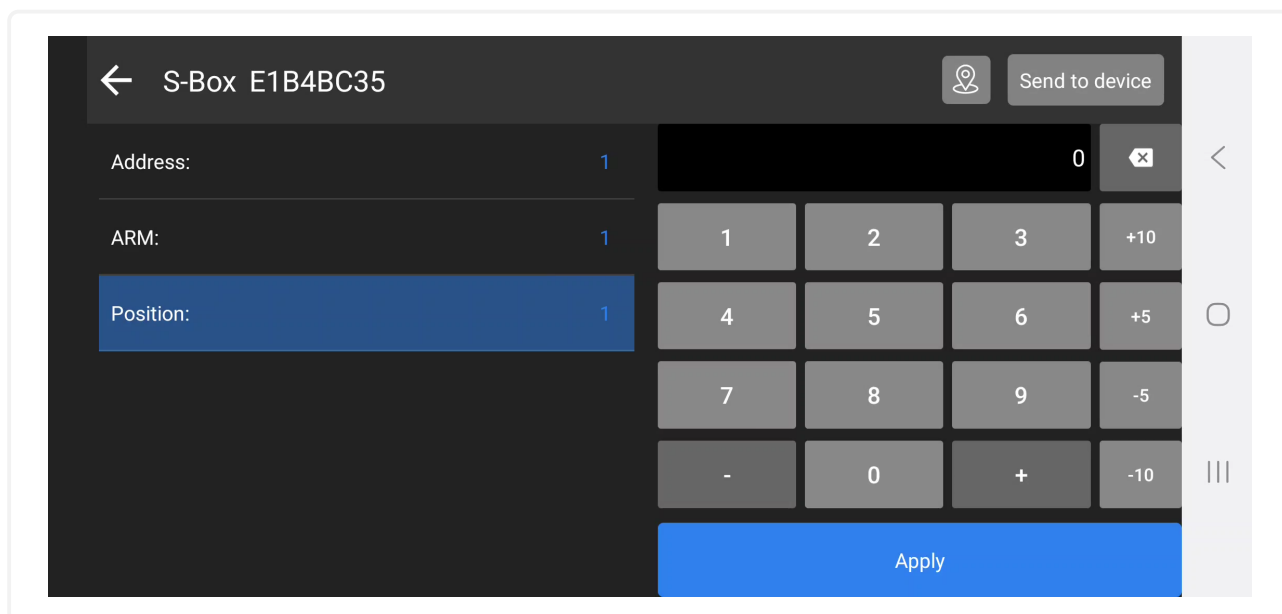

Рис. 55: Экран назначения номера позиции оборудования
- выберите надпись **Position** для установки номера позиции (см. рис. 55)